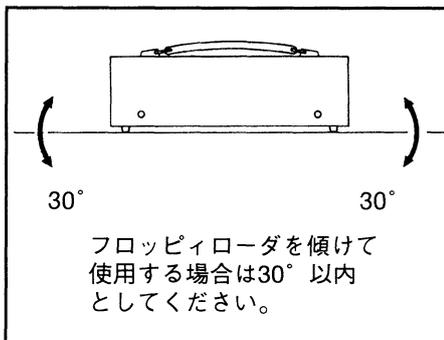

図4-2 設置角度
- (1) フロッピーローダは精密機械です。落下させたり、大きな衝撃を与えないでください。壊れる恐れがあります。
- (2) フロッピーローダを振動のある場所で動作させないでください。
- (3) フロッピーローダを保管する場合は必ずフロッピーディスクを抜いた状態で行なってください。
- (4) トランシーバ等を使用する場合はフロッピーローダより必ず50cm以上離れた場所で使用してください。
- (5) 既設のFGを使用し、アース線をなるべく使用してください。
- (6) 使用の際、設置角度は図4-2に示す通り行なってください。